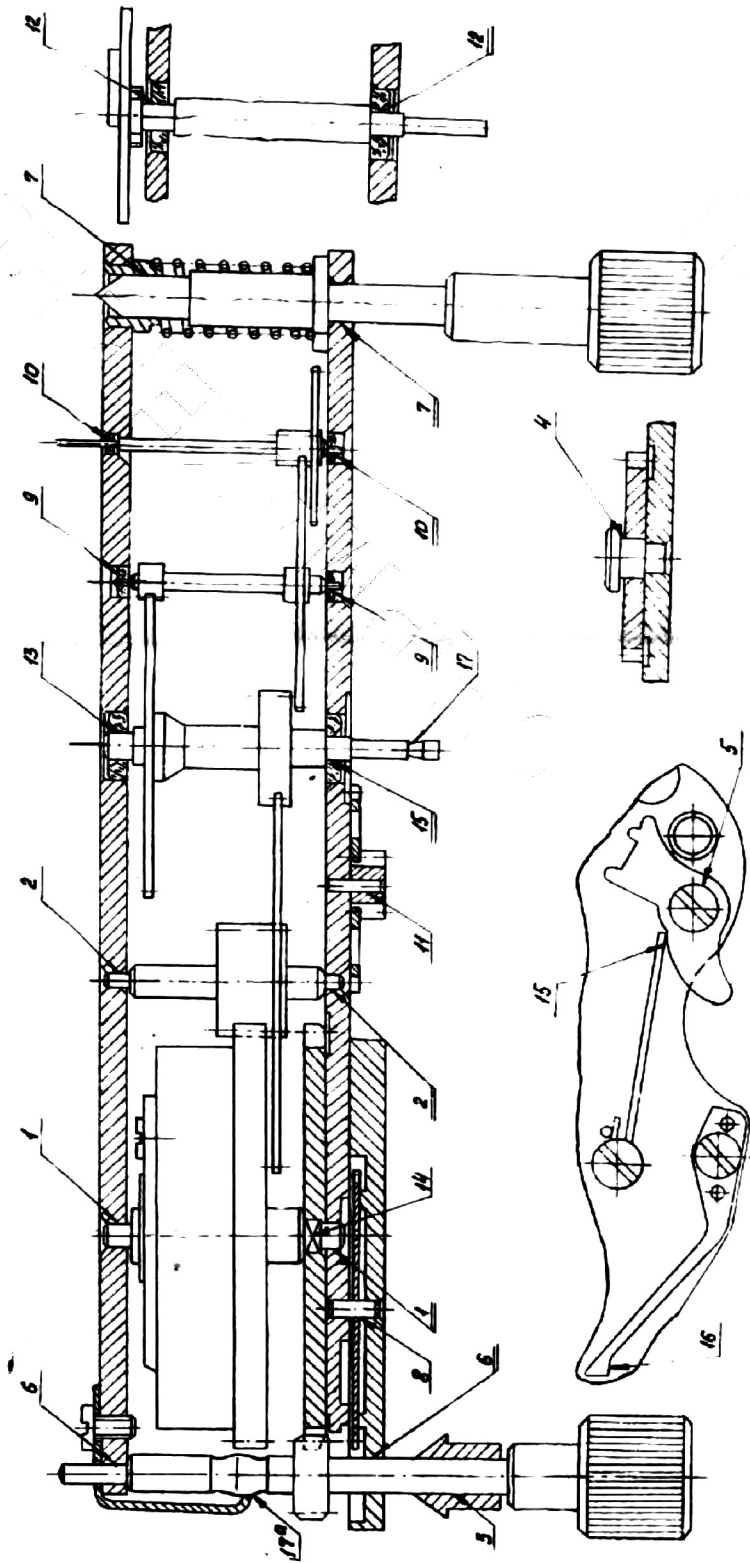

Рис. 10. Схема смазки основного механизма
3. В процессе сборки произвести смазку всех трущихся поверхностей механизма (рис. 10, 11, 12).